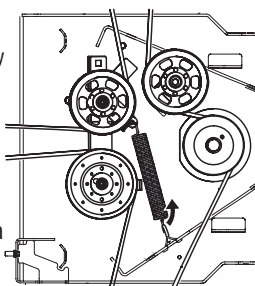

Figura 47
- Quite el resorte intermedio del enganche de resorte metálico del lado derecho del centro de la plataforma. Consulte la Figura 47.